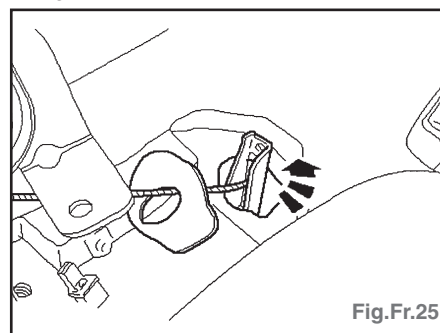

Fig.Fr.25
- Déposer la commande de frein de stationnement (tirer le câble de frein de stationnement et le palonnier à travers l'ouverture de la console de plancher) (Fig.Fr.25).